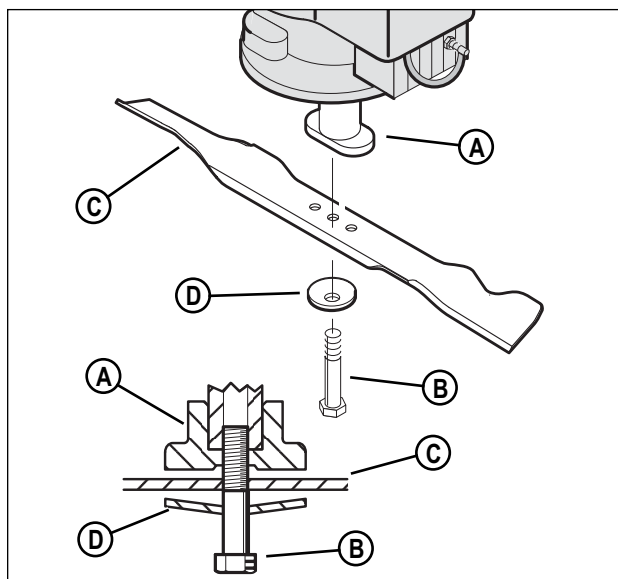

Figure 18 : Dépose de la lame
Vérifiez fréquemment la lame pour y chercher des traces d'usure ou de dommages tels que des craquelures. Contrôlez souvent le boulon qui maintient la lame. Il doit rester bien serré. Si la lame heurte un objet, arrêtez le moteur, débranchez le fil de bougie puis regardez si l'adaptateur de lame (**A, Figure 18**) a été endommagé. Vérifiez la lame pour voir si elle a été déformée, endommagée ou si elle est fortement usée. Avant d'utiliser l'unité, les pièces endommagées doivent être remplacées par des pièces de rechange venant de l'usine. Pour votre sécurité, remplacez la lame tous les deux ans. Maintenant un bord de lame bien tranchant. Une lame émoussée va faire brunir l'extrémité de l'herbe tondue. Voici comment déposer la lame :
4. Enlevez le boulon (**B, Figure 18**) qui maintient la lame en utilisant une clé de 9/16" (14 mm).